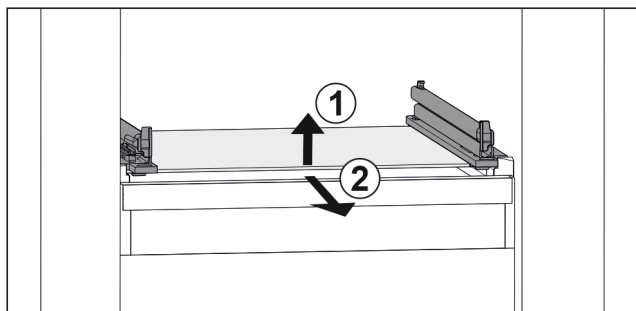

Fig. 88 Príklad zobrazenia sklenenej dosky
- ▶ Nadvihnite sklenenú dosku vpredu. *Fig. 88 (1)*
- ▶ Odoberte sklenenú dosku dopredu. *Fig. 88 (2)*